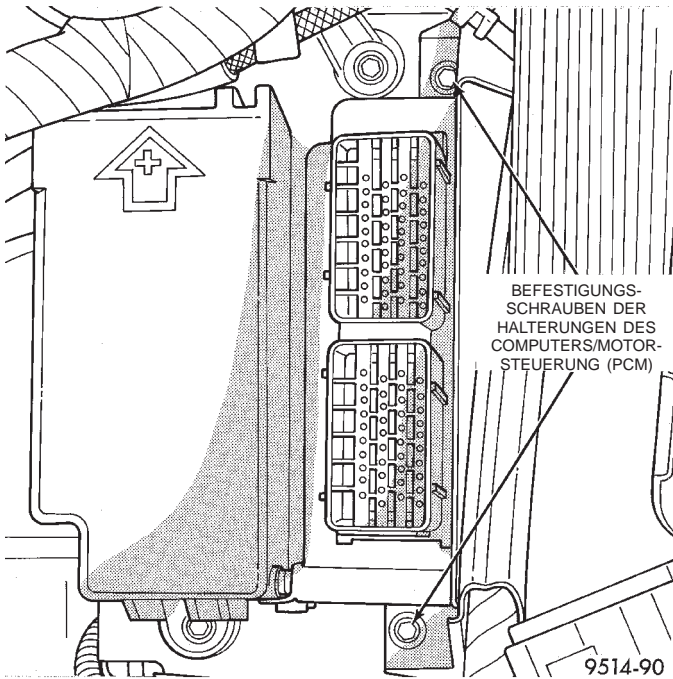

Abb. 32 Befestigungsschrauben der Halterung des Computers/Motorsteuerung (PCM)
(2) Die beiden 40-poligen Steckverbinder vom PCM abziehen.
(3) Die Schrauben lösen, mit denen der PCM an der Halterung befestigt ist (Abb. 32).
(4) PCM nach oben aus dem Motorraum nehmen.